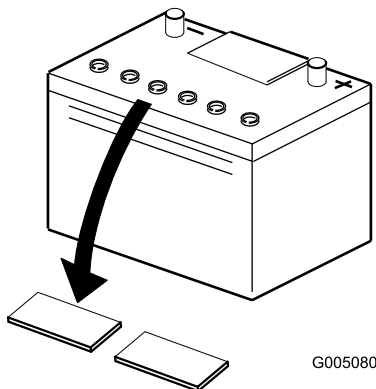

Figura 6
2. Pulite la parte superiore della batteria e togliete i tappi di sfiato (Figura 6).